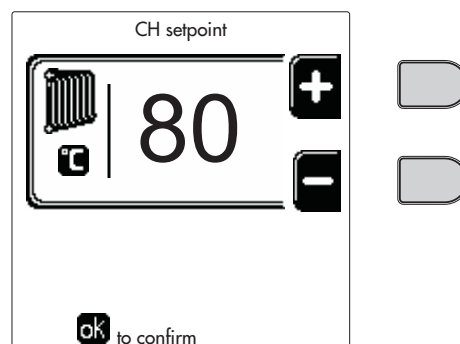
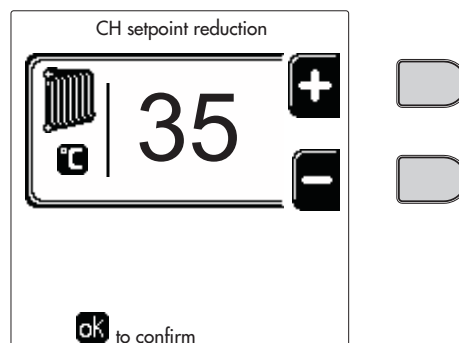
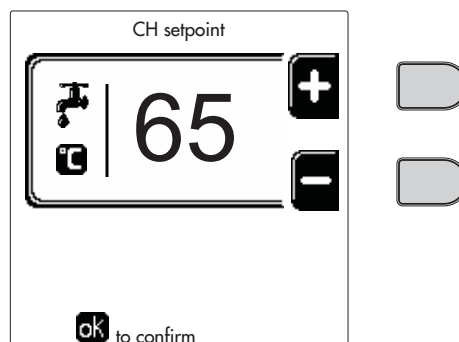
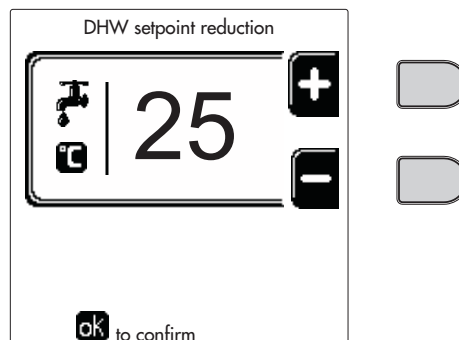

fig. 14
fig. 15
fig. 16
fig. 17
- **ON**. În caz de cerere Încălzire/Apă caldă menajeră, centrala funcționează la Temperatura de reglare Încălzire/Apă caldă menajeră (fig. 14/fig. 16) setată.
- **re**. În caz de cerere Încălzire/Apă caldă menajeră, centrala funcționează la Temperatura de reglare redusă. Temperatura Redusă se obține scăzând valoarea Temperaturii de reglare reducere (fig. 15/fig. 17) din Temperatura de reglare Încălzire/Apă caldă menajeră (fig. 14/fig. 16) setată.